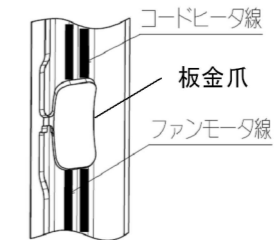

図8
- ⑦モータブラケットにドリルねじを使用し、付属品の板クランプを図5の位置に取り付けてください。余ったコードヒータをモータブラケットに取り付けた板クランプを使用し、図5のように固定してください。板クランプで固定した後、コードヒータをモータブラケットに沿って立ち上げ引き回してください。立ち上げたコードヒータはファンモータ配線を固定する板金爪でファンモータ配線とともにコードヒータを固定してください。（図8）